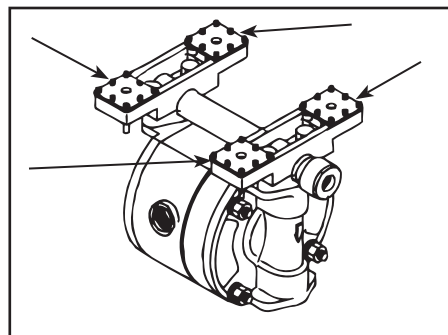

Figure 18
- Enlevez les 4 boulons de fixation du collecteur d'aspiration et déposez ce dernier ainsi que le support. (voir figure 18).